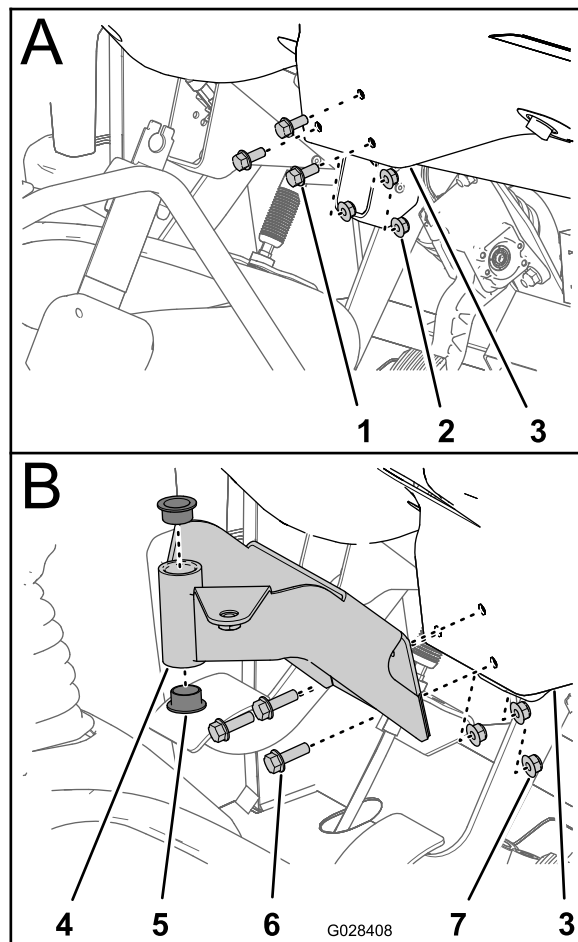

図 18
1. ダッシュパネルの中央下部分をダッシュパネル支持ブラケットに固定しているボルト3本とナット3個を外す 図 18。
2. 中央コンソール用取り付けブラケットの穴を、ダッシュパネルと支持ブラケットの穴に合わせる 図 18。
4. ボルトとナットをトルク締めする (図 18)。
5. 取り付けブラケットにプラスチック製ブッシュ2個を入れる 図 18。